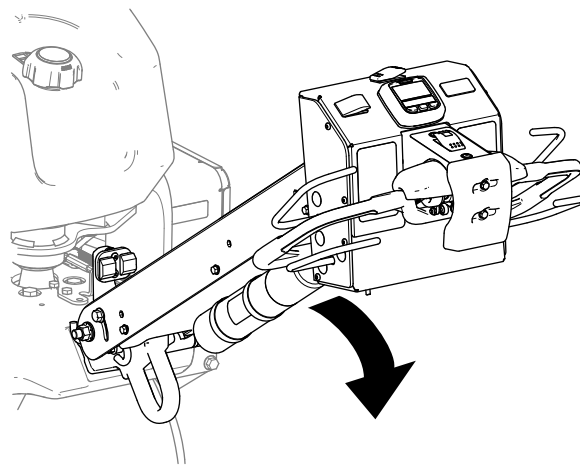

Figure 30
2. Baissez le timon (Figure 30).